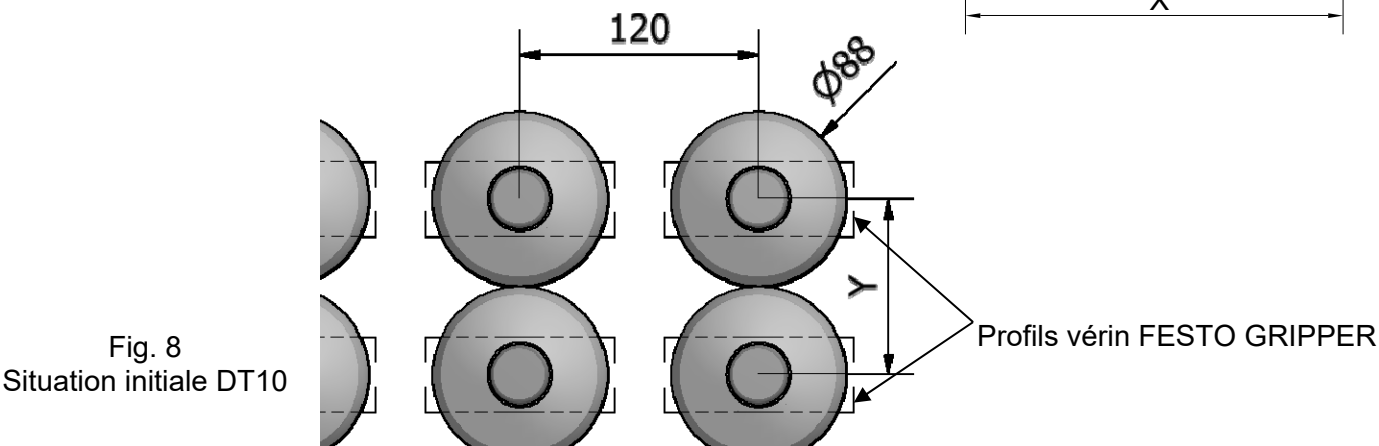

Fig. 8
**Question 13** – En **déduire** si l'utilisation de la pince (de par son encombrement) est compatible avec la position initiale des bouteilles Fig. 8 ci-contre. **Justifier**.